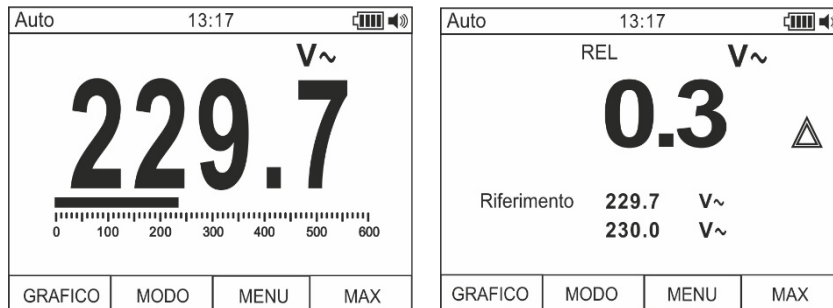

Abb. 5: Relative Messung
1. Drücken und halten Sie die **HOLD/REL** Taste, um in den relativen Messmodus einzutreten (siehe Fig. 5 – rechter Teil). Die Meldung "REL" und das Symbol "Δ" erscheinen im Display.